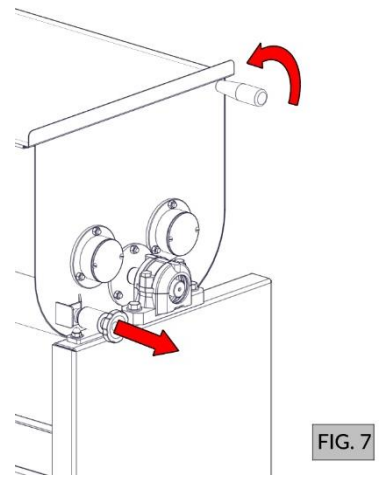

FIG. 7
5. Solte a trava da caçamba e gire-a utilizando o manípulo (FIG. 7);